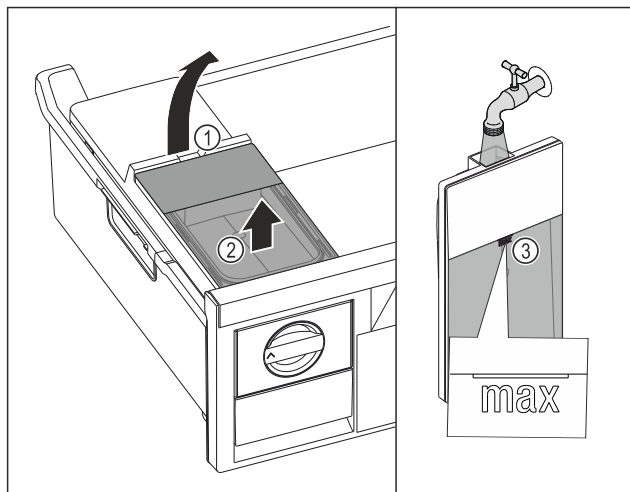

Fig. 109
- Sollevare il serbatoio dell'acqua dalla cavità Fig. 109 (1).
- Rimuovere il serbatoio dell'acqua estraendolo verso l'alto. Fig. 109 (2)
- Riempire il serbatoio dell'acqua con acqua potabile fino al contrassegno Fig. 109 (3).